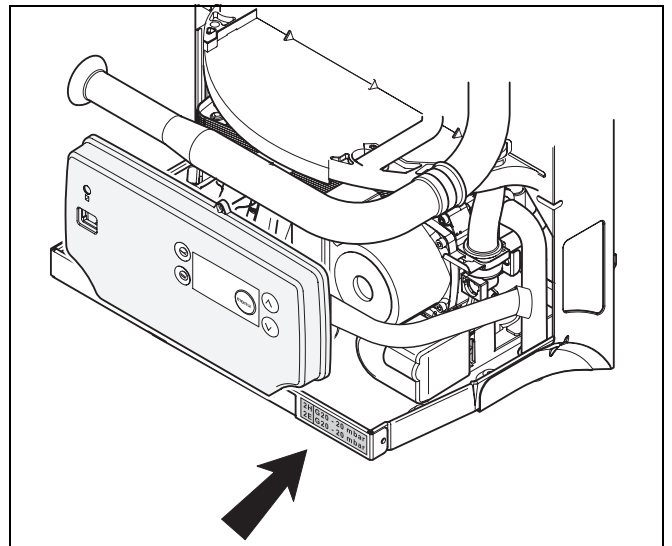

Fig. 41 Plăcuța adezivă
- Se lipesc pe cazan cele două plăcuțe adezive (Fig. 41).